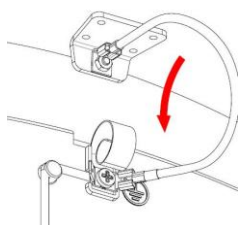

Figure 8
- Brancher le câble de terre fourni, de l'ergot de la partie supérieure du capot à la borne de terre de la base, voir figure 8.
- Placer soigneusement le capot sur la base de l'appareil. Pour ceci, l'insérer sur la base de haut en bas, avec une certaine inclinaison, de sorte que l'ergot du capot s'insère correctement dans son emplacement correspondant sur la base (Figure 8).